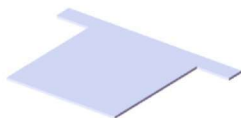

图 1.2 基体-法兰
Step2. 创建图 1.2 所示的钣金基础特征——基体-法兰。选择下拉菜单 **插入(I)** → **钣金(B)** → **基体法兰(A)...** 命令（或单击“钣金”工具栏上的“基体法兰/薄片”按钮 ）；选取前视基准面作为草图平面，在草绘环境中绘制图 1.3 所示的横断面草图，选择下拉菜单 **插入(I)** → **退出草图** 命令，退出草绘环境，此时系统弹出图 1.4 所示的“基体法兰”对话框；在 **钣金参数(S)** 区域的  文本框中输入厚度值 0.20，在 **折弯系数(A)** 区域的下拉列表中选择 **K 因子** 选项，把 **K** 文本框的因子系数值改为 0.4，在 **自动切释放槽(I)** 区域的下拉列表中选择 **矩形** 选项，选中 **使用释放槽比例(A)** 复选框，在 **比例(I):** 文本框中输入比例系数值 0.5；单击  按钮，完成基体-法兰的创建。